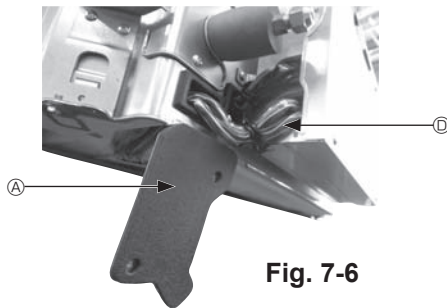

Fig. 7-6
- ① Retire os dois parafusos que seguram a tampa dos fios da unidade principal e, em seguida, abra a tampa.
- ② Passe os fios do i-See sensor e do recetor de sinais pelas entradas de fios na caixa dos componentes elétricos, tal como exibido no diagrama, e à volta dos casquilhos existentes na parte lateral da unidade principal. (Fig. 7-6)